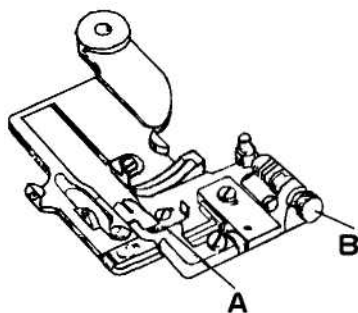
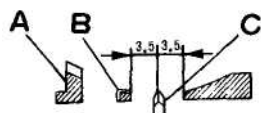
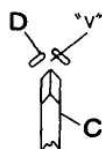

Рис. 12
Рис. 25
Рис. 26
(рис. 12)
Ось симметрии подрубочного диска «С» совмещается с осью паза держателя ткани игольной платины «А» (рис. 25); ось клиновидного паза держателя ткани «D» совмещается с осью подрубочного диска «С» (рис. 26).
2. После ослабления стопорного винта «Е» манжеты «D» и стопорного винта «G» коленчатого вала «F» переместите подрубочный диск влево или вправо, чтобы установить подрубочный диск в необходимое положение (рис. 25), затяните стопорный винт «Е» и «G». Убедитесь, что вал подрубочного диска не болтается и легко вращается. Вал подрубочного диска не должен соприкасаться ни с левой прижимной лапкой, ни с правой.
3. Ослабьте винт держателя ткани «А», переместите держатель ткани «D» (рис. 12) влево и вправо так, чтобы ось клиновидного паза держателя материала совместились с осью подрубочного диска (рис. 26). Затяните винт держателя ткани.